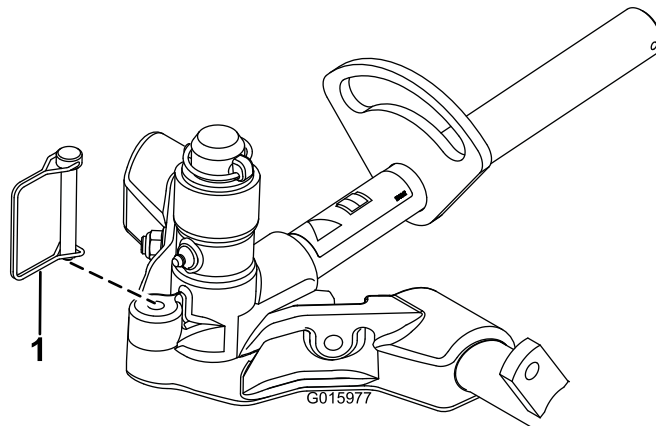

図 17
12. カッティングユニットが首振りしないように固定するには、スナップピンを使ってピボットヨークをキャリアフレームに固定します 図 17。